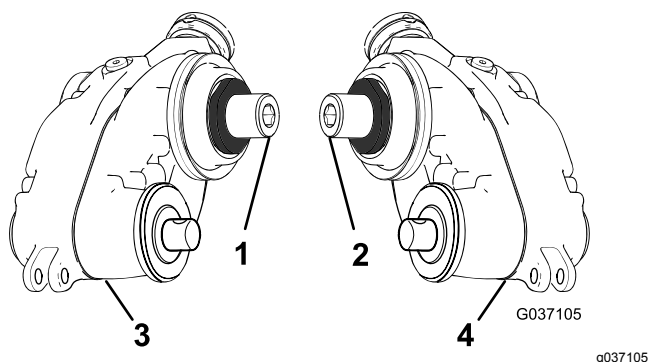

Figura 8
1. Individuate le scatole della trasmissione del groomer con trasmissione sinistra e destra; fate riferimento a Figura 8.